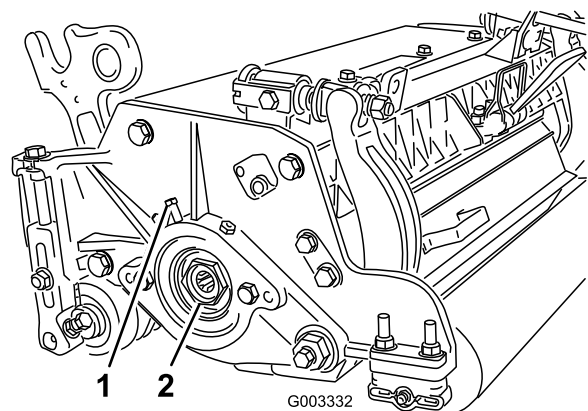

Figura 32
- A. Allentate la vite a testa cilindrica esterna che fissa il dado di regolazione del cuscinetto all'alloggiamento del cuscinetto situato sul lato sinistro dell'apparato di taglio (Figura 32).